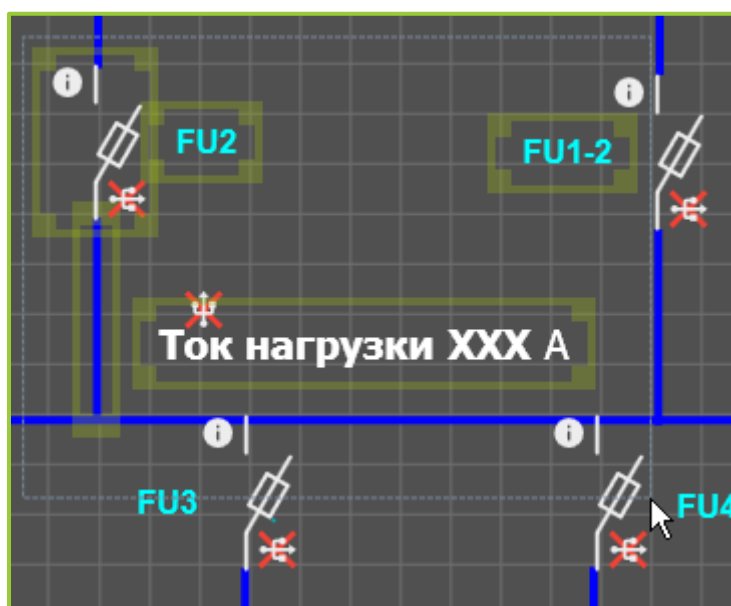

Рисунок 6.53 – Выбор элементов указанием прямоугольной области захвата
- Способ 1 – выбор осуществляется указанием мышью прямоугольной области захвата (рисунок 6.53). Зона захвата обозначается белой пунктирной линией. Выделенные элементы обозначаются обозначением периметров участков схемы, занимаемых каждым из элементов. При зажатой клавише «Ctrl» на клавиатуре можно последовательно указать несколько зон выделения элементов.